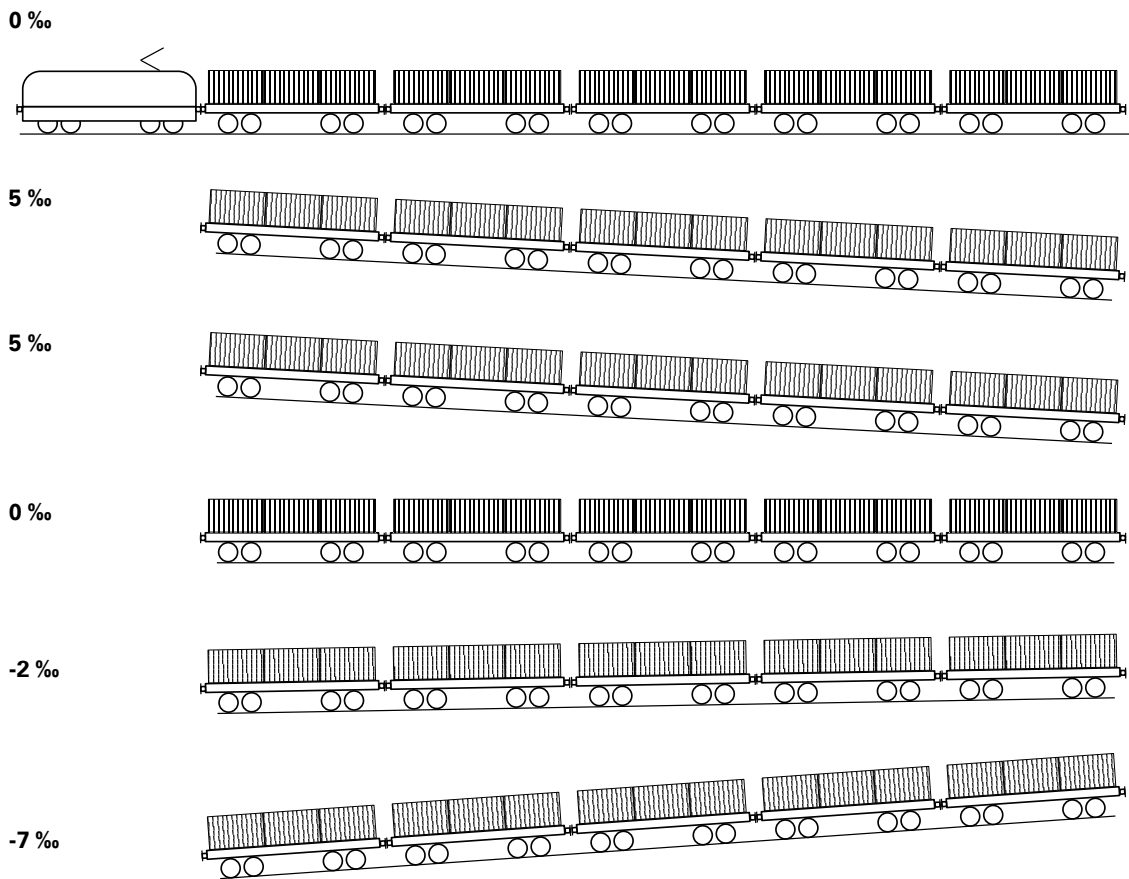

Abbildung 2.2: Containerzug (Auslastung 100 %)
12. Betrachtet wird ein Ganzzug aus einer Lokomotive (84 t, 19,5 m) und 30 Containerwagen von je 19,74 m Länge (siehe Abbildung 2.2). Jeder Wagen hat eine Eigenmasse von 20 t und kann maximal drei 20'-ISO-Standardcontainer mit einer Masse von je 24 t aufnehmen. Der spezifische Grundwiderstand des Wagenzuges kann zu $f_{W0W}=0,0015$ angenommen werden. (Annahmen: Luftdichte $\rho_L=1,225 \text{ kg/m}^3$, Gegenwindzuschlag: $\Delta v 15 \text{ km/h}$, Luftwiderstandsbeiwert der Wagen: siehe Formelsammlung und: $c_{w,W1} = c_{w,Wm}$ sowie $c_{w,Wn} = 2,5 \cdot c_{w,Wm}$).